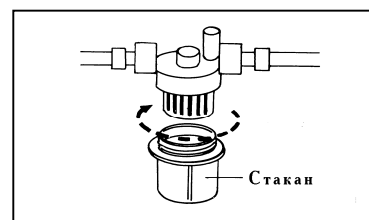

Рис.4
- Промойте фильтрующий элемент и внутреннюю часть стакана чистым керосином или соляжкой (Рис.4)